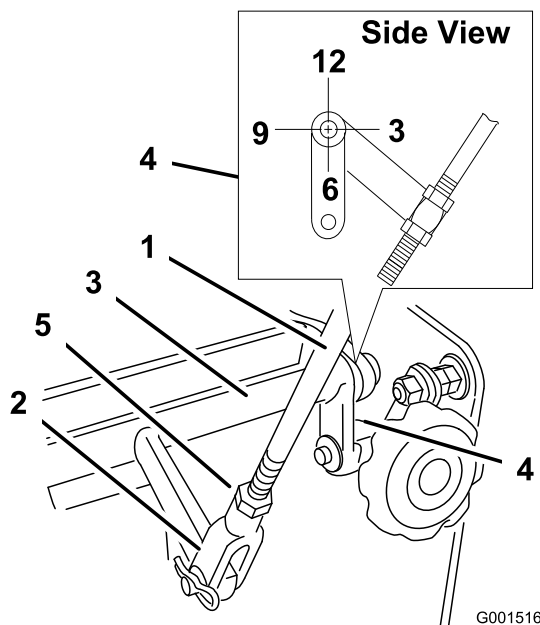

Figure 30
4. Vérifiez l'orientation des languettes aux extrémités de la manivelle de commande de vitesse. Ces languettes doivent être orientées vers le bas et à la position 6 heures approximativement (Figure 30).
5. Ajustez la chape filetée au bas de la timonerie de commande de vitesses jusqu'à ce que les languettes soient placées à la position 6 heures (Figure 30).